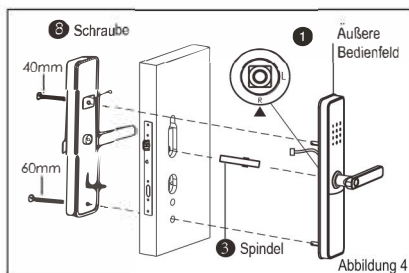
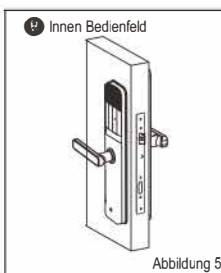
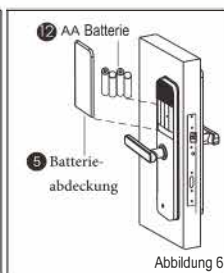

Abbildung 4
Abbildung 5
Abbildung 6
(4) Vgl. Abbildung 4:
- ① Unterlassen Sie übermäßige Kraftanwendung, um eine Beschädigung des Schloss zu vermeiden.
- ② Führen Sie das Kabel über die Türfächer.
- ③ Tür öffnet nach links, „L“ zeigt nach unten; Tür öffnet nach rechts, „R“ zeigt nach unten.
- ④ Bohren Sie von beiden Seiten der Tür Löcher, um eine Beschädigung der Türplatte zu vermeiden.
(5) Vgl. Abbildung 5:
- ① Verbinden Sie die Kabel von dem Äußern und innen Bedienfeld mit.
- ② Befestigen Sie die innen Bedienfeld mit zwei Schrauben an der Tür (Tipp: sichern Sie, dass der Knopf senkrecht ist).
(6) Vgl. Abbildung 6:
- ① Legen Sie die Batterien korrekt rein und schließlich die Abdeckung darauf.